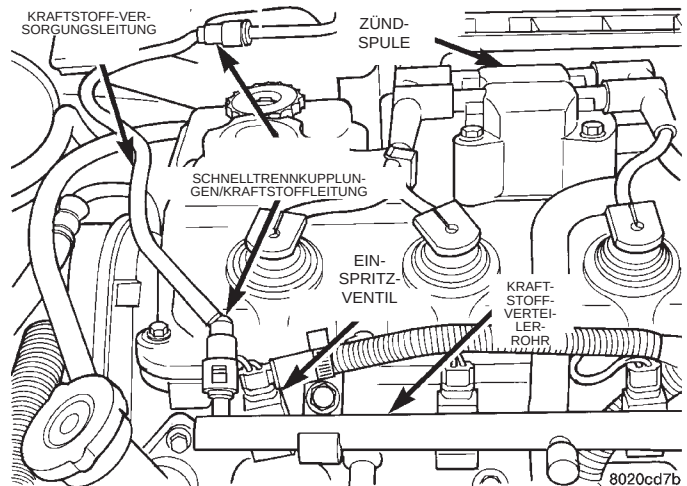

Abb. 28 Kraftstoffverteilerrohr und Einspritzventile
(3) Die Kraftstoff-Versorgungsleitung vom Kraftstoffverteilerrohr demontieren. Näheres hierzu siehe "Schnelltrennkupplungen" im Abschnitt "Kraftstoffversorgung" in diesem Kapitel.
(4) Die Steckverbinder von den Einspritzventilen abziehen (Abb. 28).
(5) Die Befestigungsschrauben des Kraftstoffverteilerrohrs herausdrehen.
(6) Das Kraftstoff-Verteilerrohr vom Ansaugkrümmer abnehmen. Die Montageöffnungen der Einspritzventile im Ansaugkrümmer abdecken.